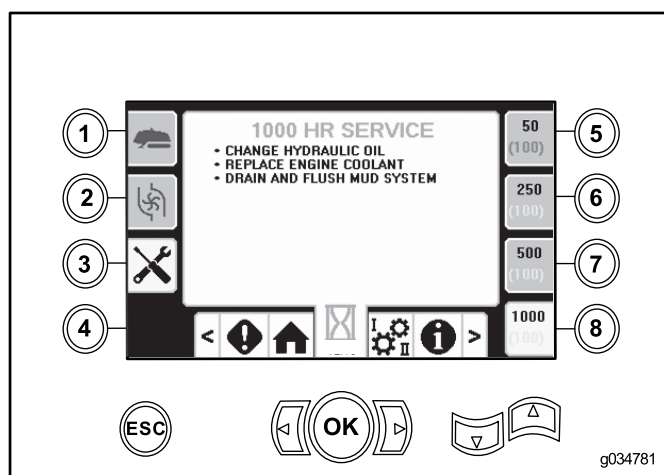

Figura 9
- Botão 8 – programação de manutenção de 1,000 horas (Figura 9)